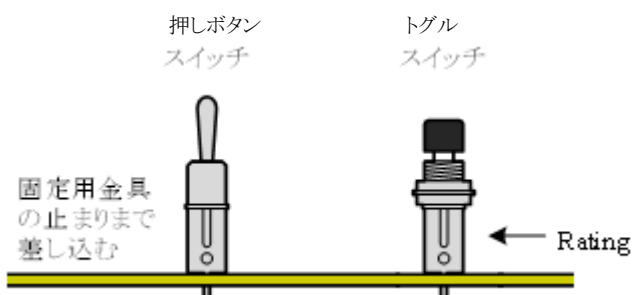

図8 スイッチの向きと取付け方
- ④ 押しボタンスイッチ (SW1), トグルスイッチ (SW2) は、図8のように 1A250V 等 (定格) の表示が端側になる向きに、固定用金具の止まりまでプリント基板に差し込み取り付ける。なお、押しボタンスイッチのナットとワッシャは、外さなくてよい。